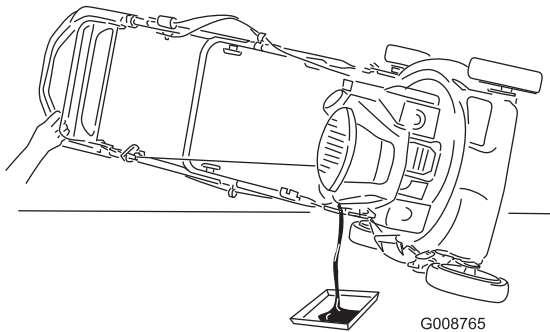

Bild 40
7. Kippen Sie die Maschine zur Seite, der Einfüllstutzen zeigt nach unten, um das Altöl über den Einfüllstutzen in eine Auffangwanne abzulassen (**Bild 40**).